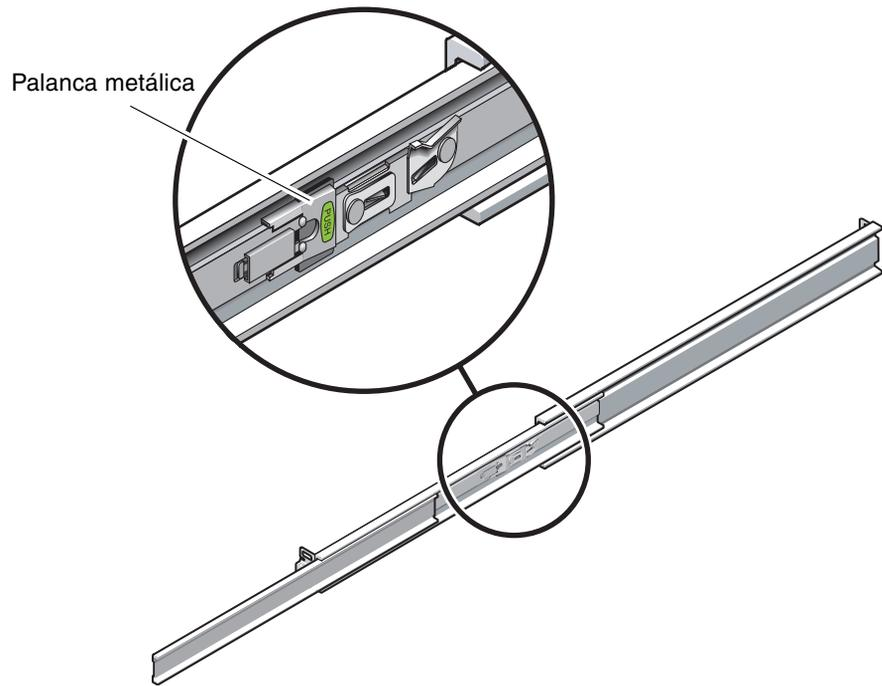

FIGURA 2-13 Palanca para desbloquear las guías telescópicas
5. Cuando haya extraído el servidor hasta el fin de carrera de las guías, presione las palancas de bloqueo de las guías (FIGURA 2-13). Presiónelas a la vez para volver a introducir el servidor en el bastidor.